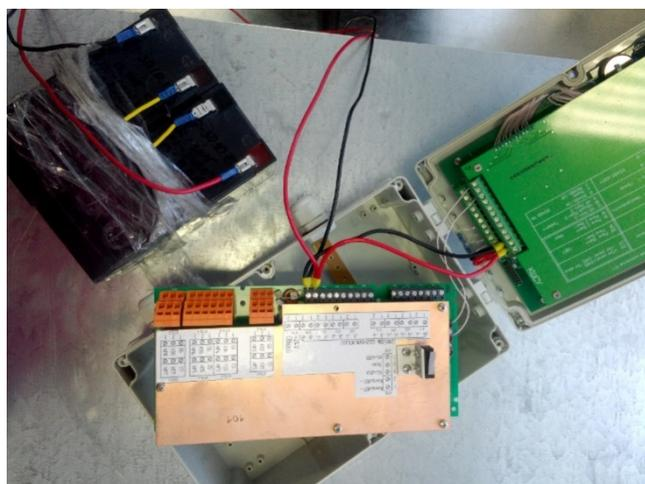

Рис.9 Коммутация КШСУ к ПИУ 4.
4) Общий вид подключения. Можно подавать питание 24В (Рис.9).